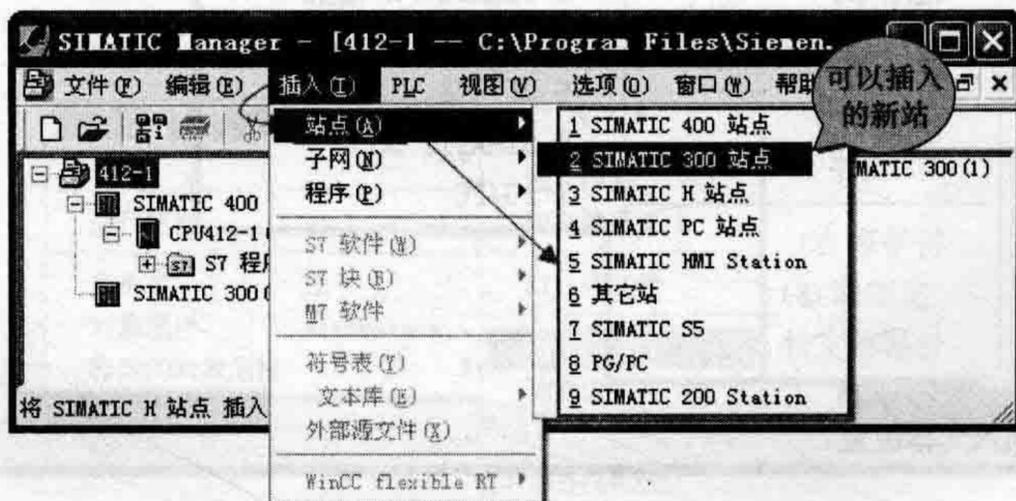

图 1-8 插入新站的方法 1
(1) 第一种方法是可以通过选择【插入】→【站点】→【SIMATIC 300 站点】或【SIMATIC 400 站点】，就可以在当前的项目下插入一个新站了，这些新站如图 1-8 所示。